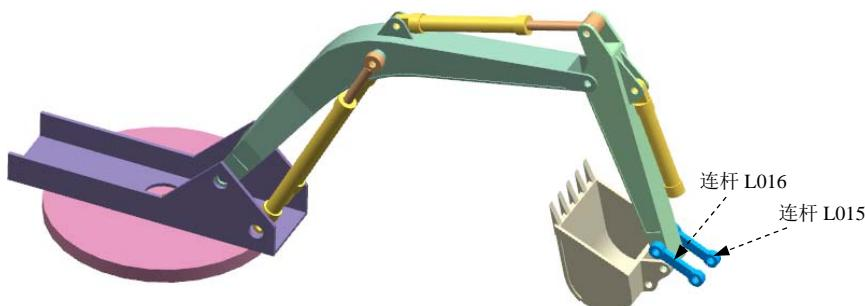

图 10.8.16 定义连杆 L015 和 L016
(15) 定义连杆 L015 和连杆 L016。在运动导航器中隐藏连杆 L012 和连杆 L014，选取图 10.8.16 所示的零件为连杆 L015 和连杆 L016，在“连杆”对话框中单击**确定**按钮。